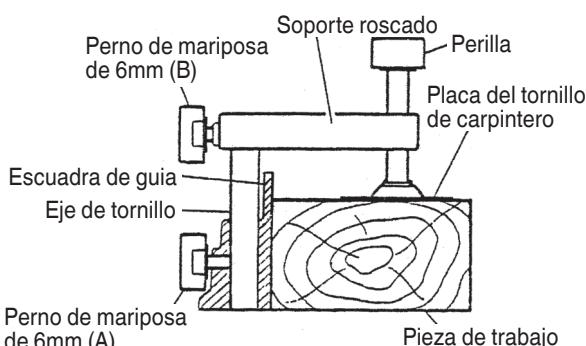

Fig. 15
(1) El módulo de prensa de tornillo puede ser montado en el lado izquierdo o derecho del tope aflojando el perno de palomilla de 6 mm (A).
(2) El portatornillo puede elevarse o bajararse de acuerdo con la altura de la pieza de trabajo aflojando el perno de orejas de 6mm (B). Despues del ajuste, apriete firmemente el perno de orejas de 6 mm (B) y fije el portatornillo.
(3) Gire la perilla superior y fije firmemente la pieza de trabajo en su lugar (Fig. 15).